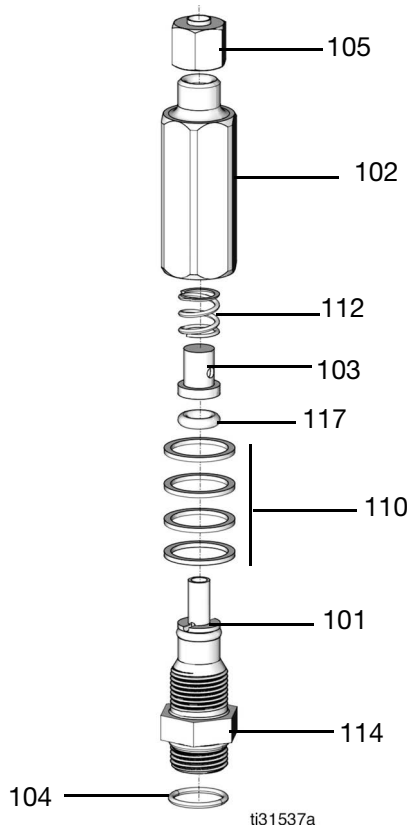

FIG. 40
Los inyectores de grasa sirven para proporcionar una lubricación precisa a cada punto de engrase del sistema. Si un inyector no produce la cantidad correcta de lubricante para una ubicación específica en el vehículo o si no se dispone del inyector de repuesto del tamaño correcto, se pueden instalar arandelas espaciadoras de salida (110) para ajustar el volumen de salida del inyector (Fig. 40, página 47).
- Use una llave de 5/8 pulgadas para aflojar y separar el cuerpo del inyector (102) del conjunto de la válvula (114). Tenga cuidado de no colocar mal o dañar el muelle (112), la tapa de retención (103) y la junta tórica (117) (FIG. 40, página 47).
- Añada espaciadores (110) para aumentar el volumen de salida.
- Quite espaciadores (110) para reducir el volumen de salida.
- Vuelva a montar el conjunto de la válvula del inyector. Asegúrese de que todas las piezas retiradas durante el desmontaje se monten en el orden correcto como se observa en FIG. 40 (página 47). Use una llave de 5/8 pulg. para apretar, aplicando solo la fuerza necesaria para que los espaciadores de salida (110) queden bien asentados. Apriete a un par de  $10,8 \pm 2,7 \text{ N}\cdot\text{m}$  (8 lb-pie  $\pm$  2).
- Monte el inyector (101) en el colector (119/120). Ponga una llave de vaso sobre el inyector y alinee con las secciones planas de la tuerca hexagonal (114) (FIG. 40, página 47). Apriete a un par de  $10,8 \pm 2,7 \text{ N}\cdot\text{m}$  (8 lb-pie  $\pm$  2).